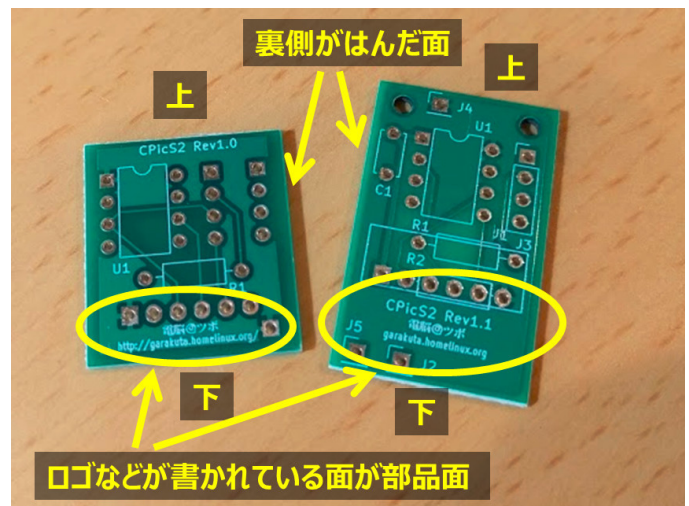

図 6 基板の上下および部品面・はんだ面
最初に、CPicS2 基板の方向を定義しておきます。本ドキュメントでは、CPicS2 基板のロゴや URL が書かれている側を「部品面」、その裏側を「はんだ面」とします。また、文字が正しく読める向きで CPicS2 基板を見て、「電腦のツボ」と書かれている側を下、反対側を上とします (図 6)。
*7 ごく初期の TYPE-B のキットには、Rev 1.1 基板 (図 6 右) ではなく、よりコンパクトな TYPE-B 専用の Rev 1.0 基板 (図 6 左) が同梱されていました。本取扱説明書で紹介する各種手順は、現行品である Rev 1.1 基板を前提としていますが、Rev 1.0 基板の場合についても必要に応じて言及しています。